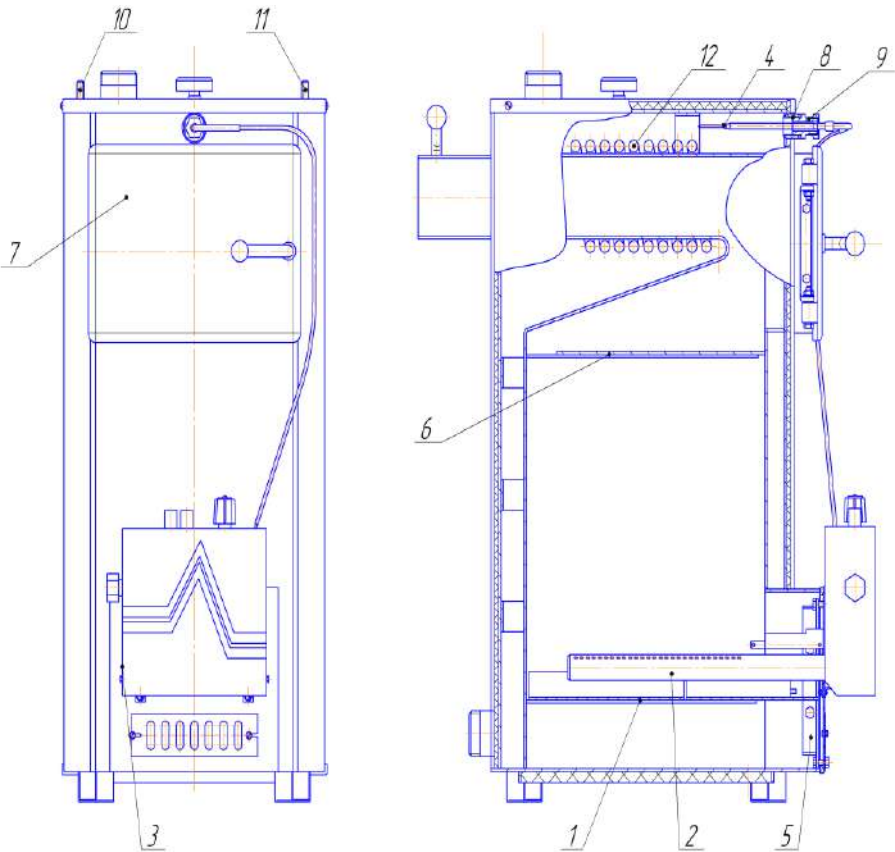

Рисунок 5.4 - Устройство котла для работы на природном газе с водоподогревателем.
5.4 Устройство котла для работы на газовом топливе с водоподогревателем (рисунок 5.4) аналогично описанному в п. 5.2, отличается только наличием водоподогревателя.